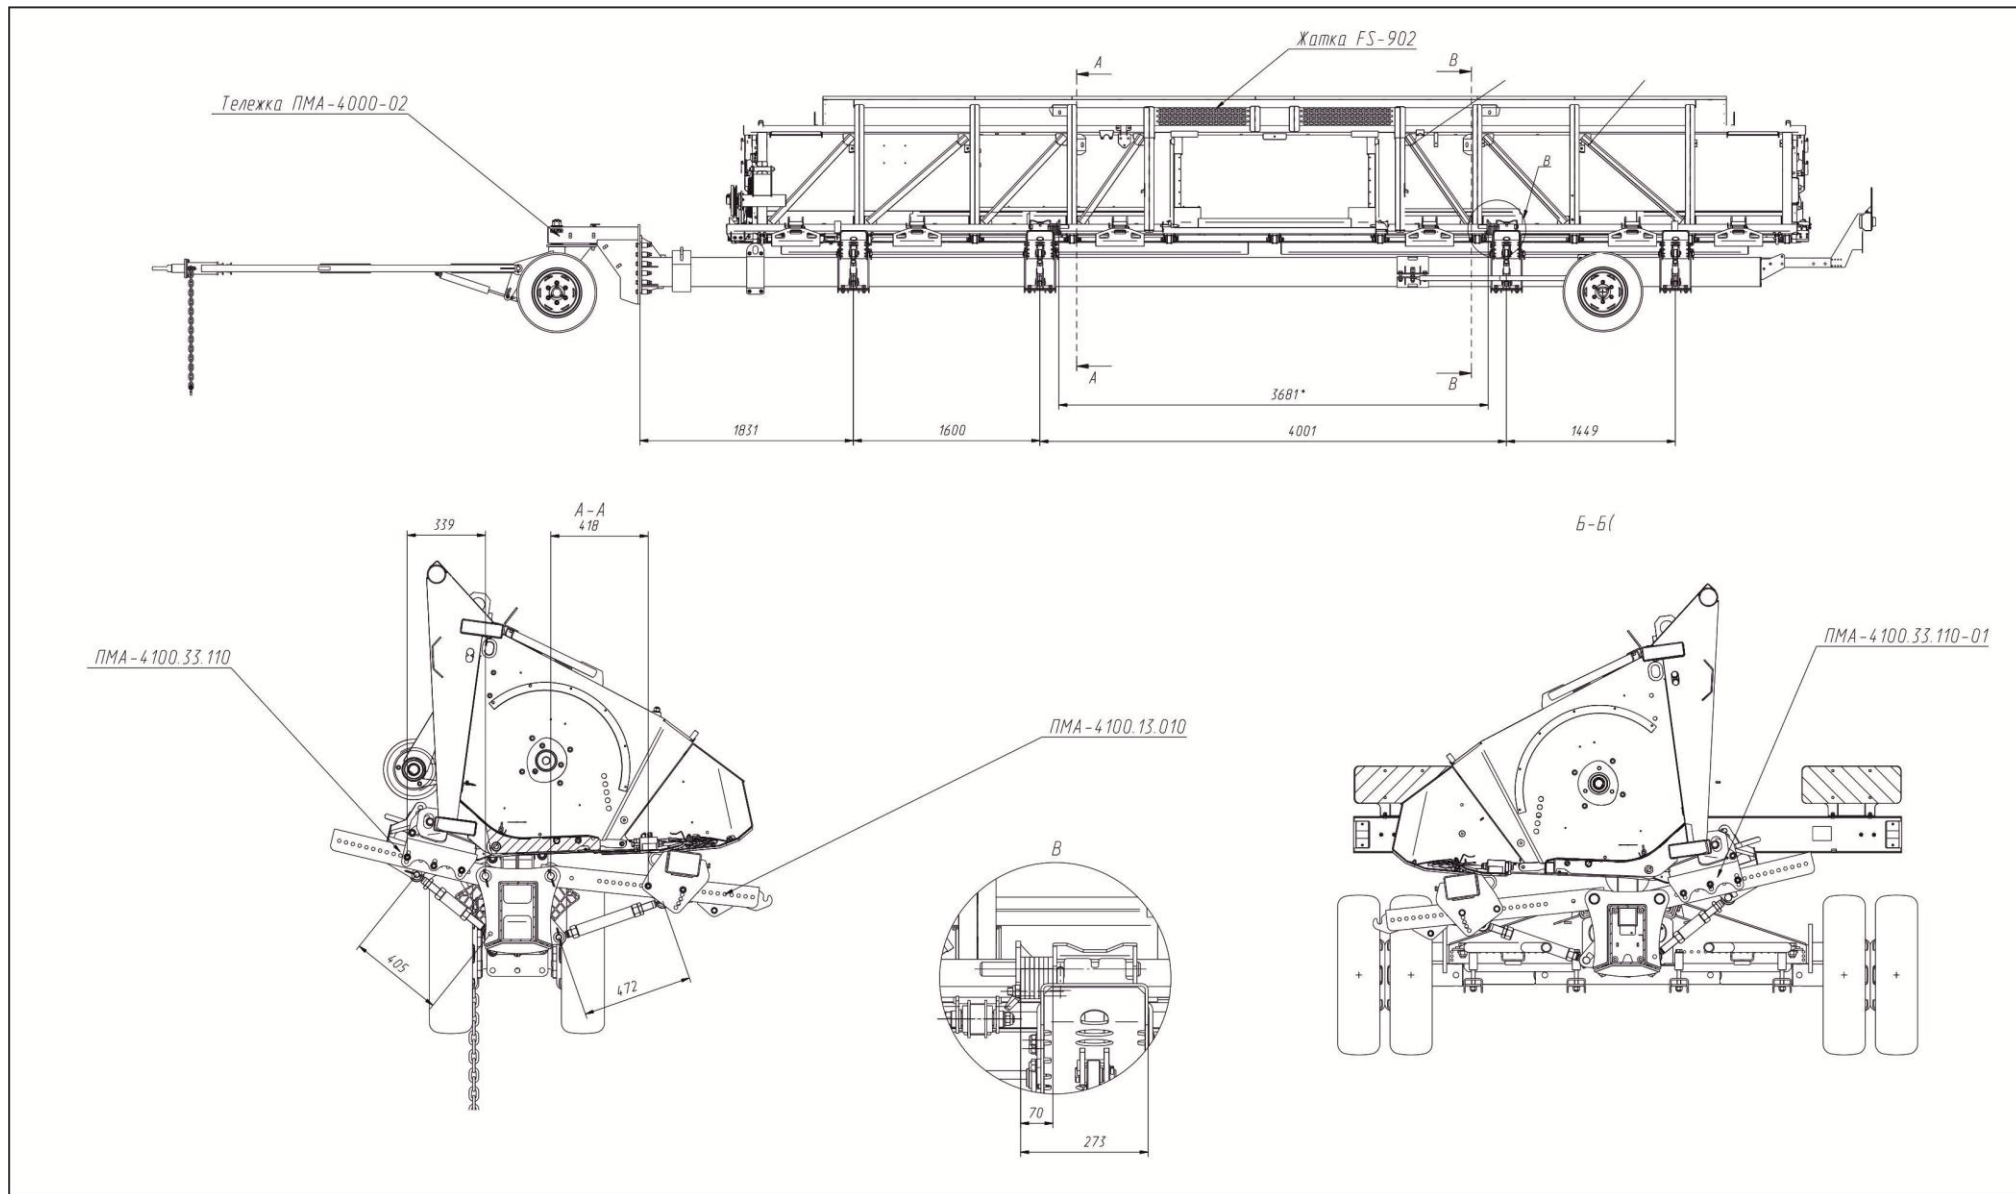

Рисунок 8.8 – Схема установки жатки на приспособление ПМА-4000-02
1. Установить опоры из комплекта приспособления, согласно схемы (рисунок 8.8);